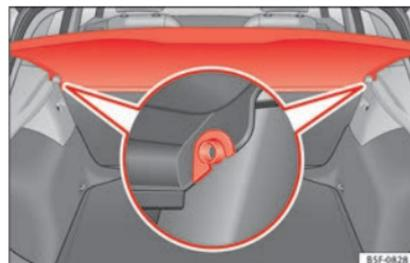

Fig. 161 En el maletero: desmontar y montar la bandeja.
- Desenganche la bandeja de los soportes laterales »» fig. 161 tirando de ella hacia arriba y extraiga la bandeja.
- Introduzca la bandeja horizontalmente haciendo coincidir la "herradura" sobre el eje de los soportes »» fig. 161, y presione hacia abajo hasta que encastre.